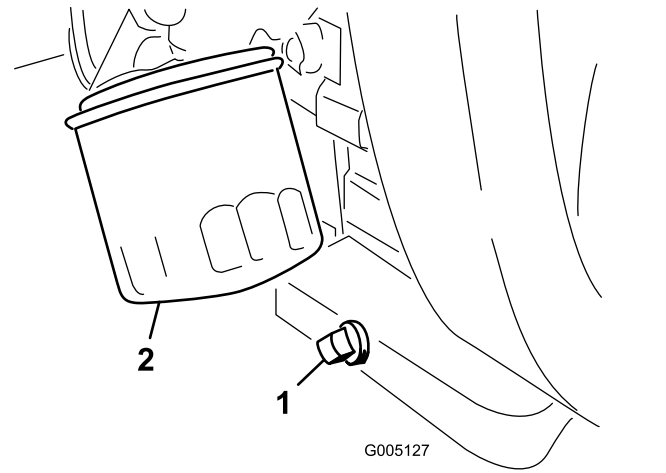

Figure 42
- Nettoyez le filetage du bouchon de vidange, enduisez-le de produit d'étanchéité au PTFE et remettez le bouchon en place (Figure 42).
- Déposez le filtre à huile (Figure 42).
- Retirez le bouchon de vidange (Figure 42) et laissez couler l'huile dans un bac de vidange.